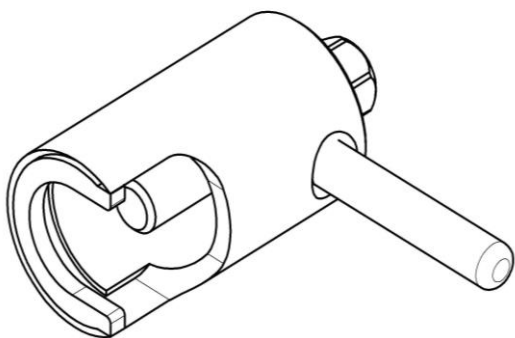

Рис.18 Съемник крыльчатки(11000002907)
- снять крыльчатку при помощи специального съемника (см. рис.18);